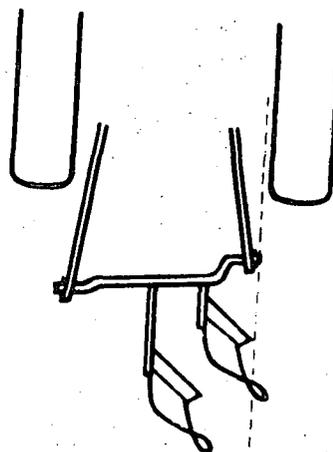

Fig. 9
*Ajuste a largura do corte:* a borda interior do pneu traseiro do trator deve coincidir com a asa da relha, em uma mesma linha reta paralela à direção de marcha (ver fig. 9).
Para conseguir essa linha, desloca-se o arado sobre a barra acotovelada que se observa na fig. 9,